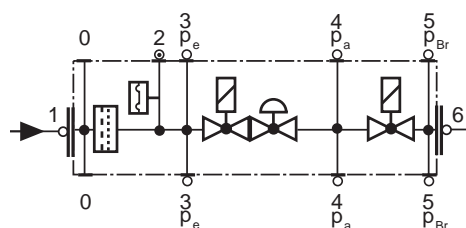

Fig. 24
- Cambiar el filtro cuando  $\Delta p$  entre las tomas de presión 1 y 3 sea  $> 10$  mbar (Fig. 24).
- Cambiar el filtro cuando  $\Delta p$  entre las tomas de presión 1 y 3 (Fig. 24) sea dos veces mayor que el valor registrado durante el último control.